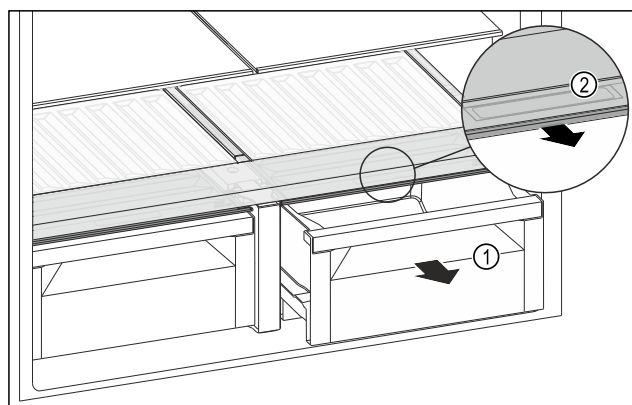

Fig. 129
- ▶ Извлеките выдвижной ящик *Fig. 129 (1)*.
- ▶ Возьмитесь за утопленную ручку *Fig. 129 (2)* на крышке отделения и одновременно потяните крышку отделения вперед.